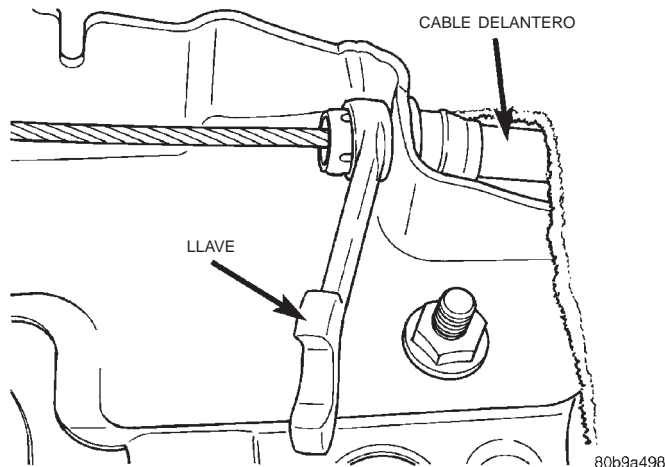

Fig. 51 Soporte de palanca de freno
(9) Comprima el retén del cable con una llave de 13 mm (1/2 pulg.) (Fig. 51). Retire el cable del soporte de la palanca de freno de estacionamiento y el soporte del equilibrador.